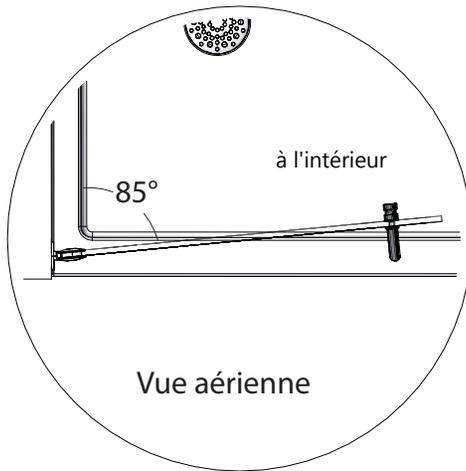

Fig 1a
2) Les charnières sont réglées en usine pour se fermer à 85° (Fig 1a). L'angle de fermeture peut être modifié à l'aide des vis de réglage sur la façade de la charnière.